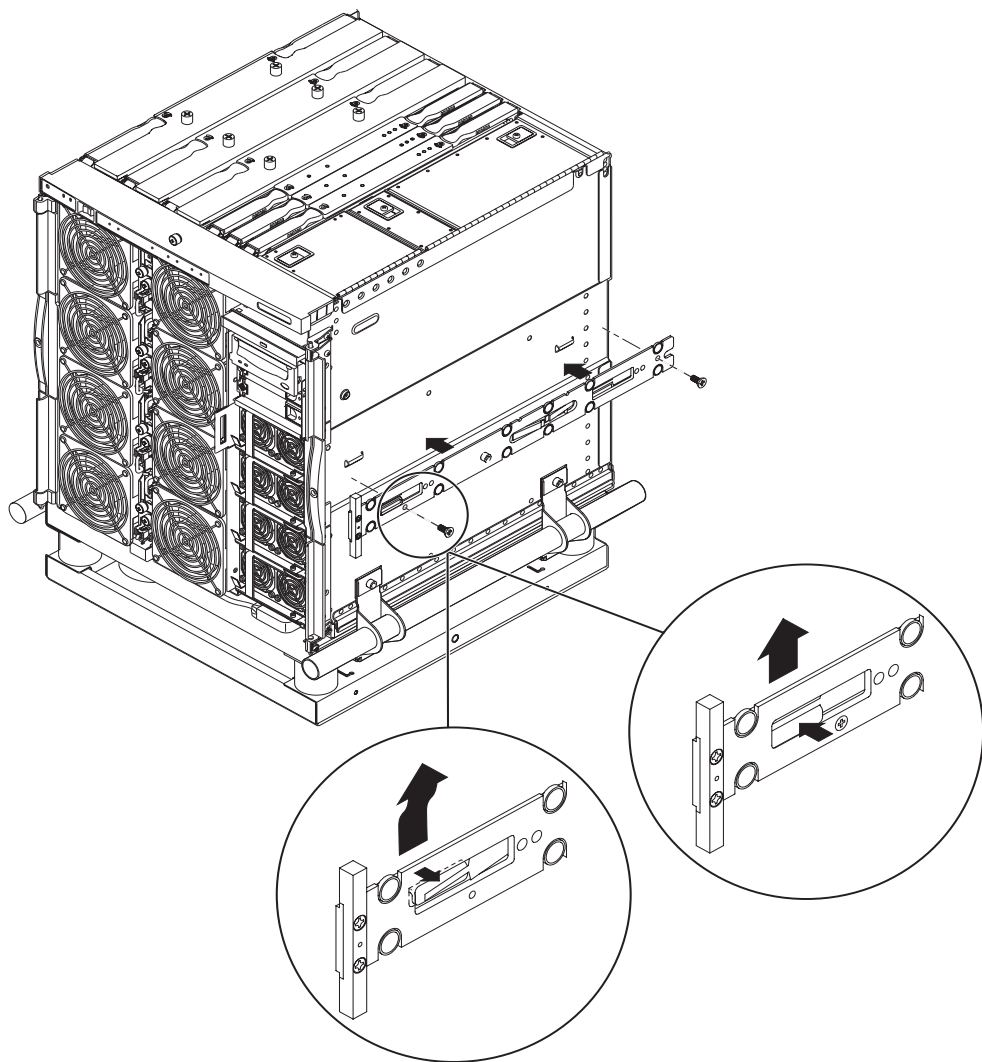

图 1-3 弹簧夹和开口
2. 向前推动内侧滑轨，以使系统侧面的定位卡舌卡住滑轨上的开口（图 1-3）。